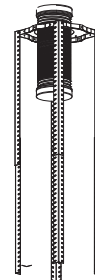

Bild.3
- Låt ena sidan av förlängningsröret gå på utsidan genom 170MM hålet, se bild 3.